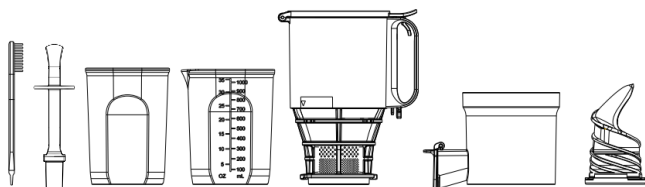

Fig10
2. Lave las piezas desmontadas (Fig 10) con agua . Si las mallas están obstruidas con pulpa, utilice el cepillo de limpieza suministrado para eliminar los posos.